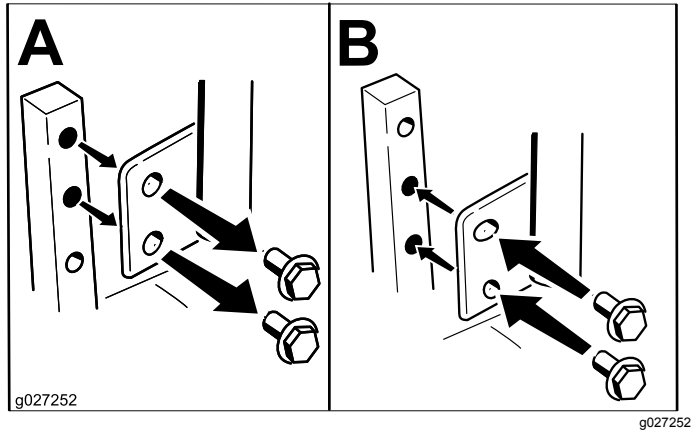

Figura 21
Puede ajustar las palancas de control de movimiento hacia arriba o hacia abajo para que su uso sea más cómodo (Figura 21).
2. Afloje el perno inferior lo suficiente para poder desplazar hacia adelante o hacia atrás la palanca de control (Figura 21).